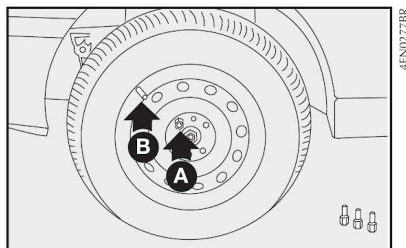

fig. 9
- Atarraxar apenas um dos parafusos **A-fig. 9**, em correspondência com a válvula de enchimento **B-fig. 9**.